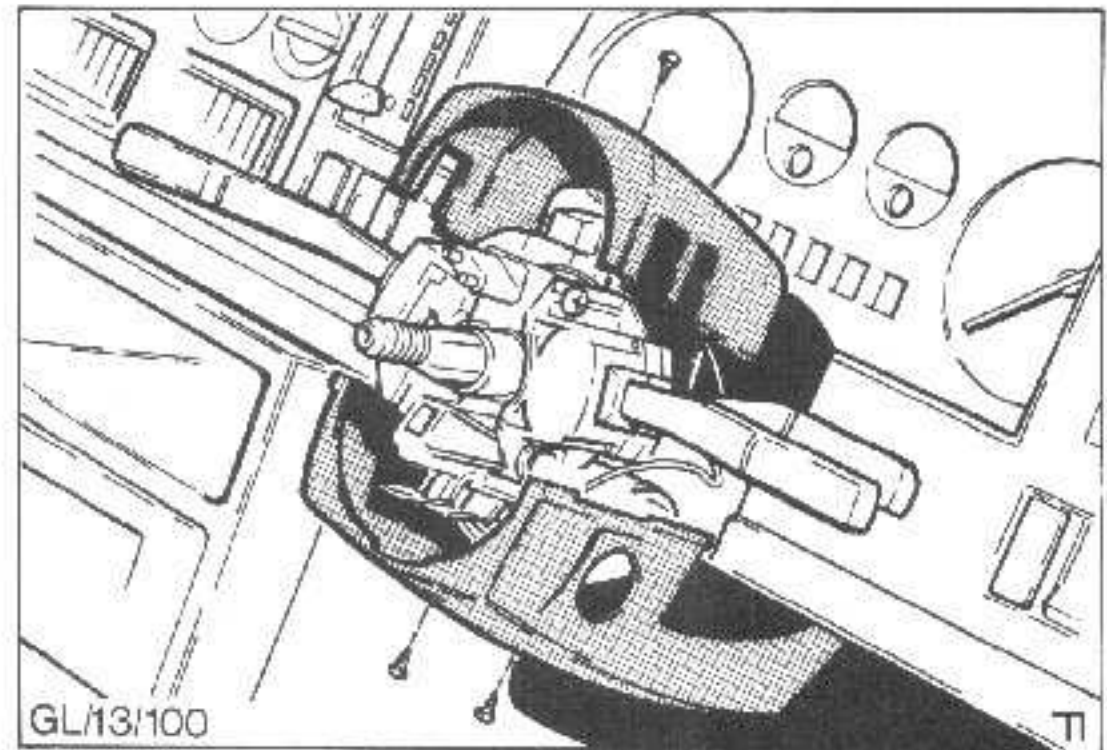

Abb.74 Lenkradverkleidungen
7. Befestigungsschrauben der oberen Lenksäulenverkleidung entfernen, Verkleidung abnehmen. Untere Abdeckung der Instrumententafel entfernen und Verkleidung abnehmen, Abb.74.